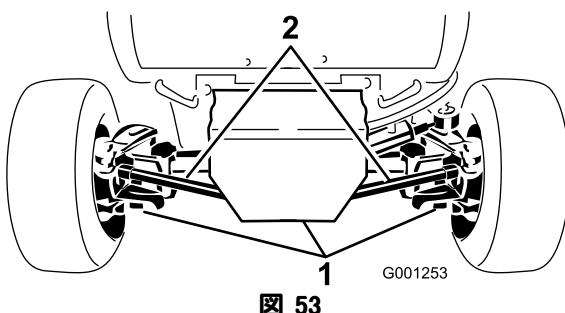

図 53
2. ドレン・プラグ（図 53；左右端に1個と中央に1個、全部で3個ある）の周辺をきれいに拭く。